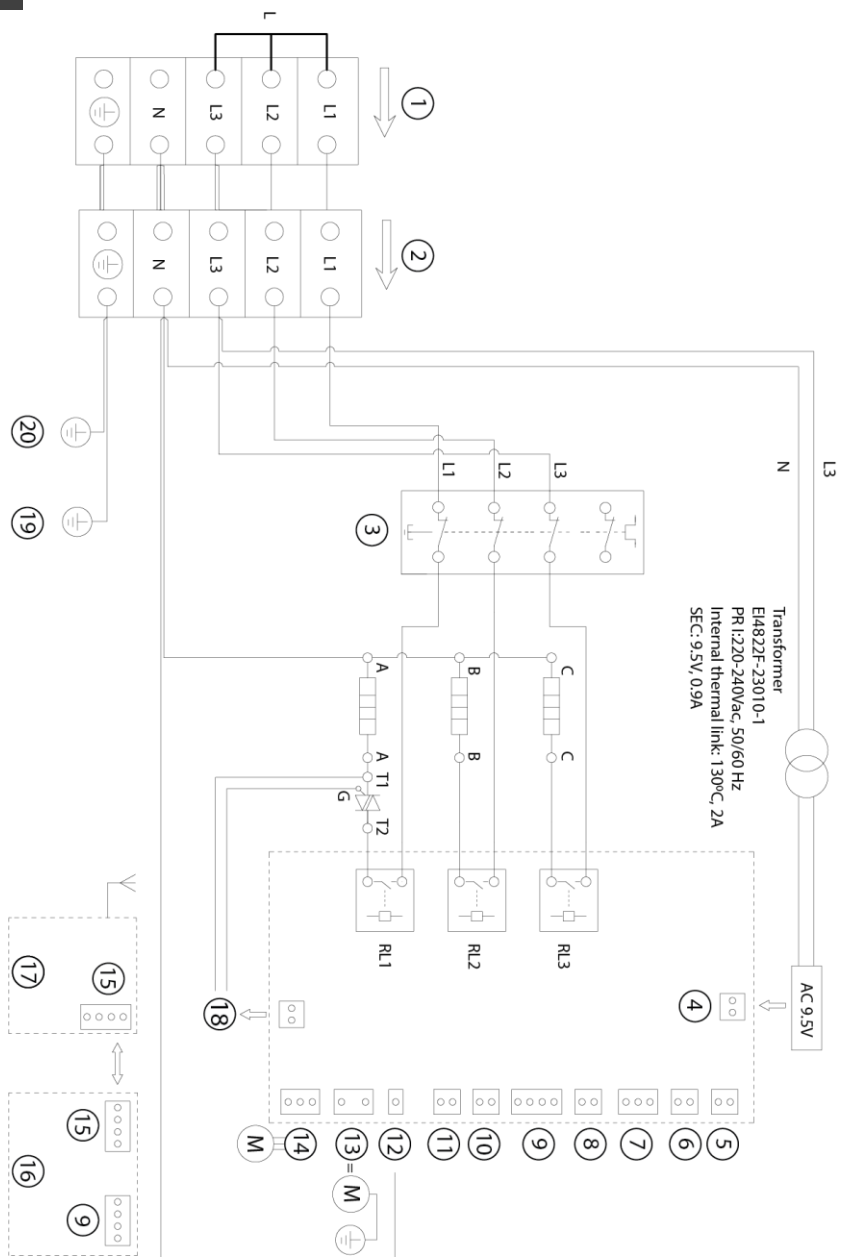

Рис. 12. Электрическая схема подключения контактов к плате управления РСВ
- Подключите кабель электропривода трехходового клапана к основной электронной плате согласно пункт 14 на Рис.12
- Подключите контакты датчика бойлера NTC к соответствующей клемме на основной плате управления согласно Рис.12 (пункты 10 и 11 на схеме, выбор места подключения осуществляется в зависимости от типа коннектора – 11 используется при отсутствии коннектора, 10 для подключения через клемму).